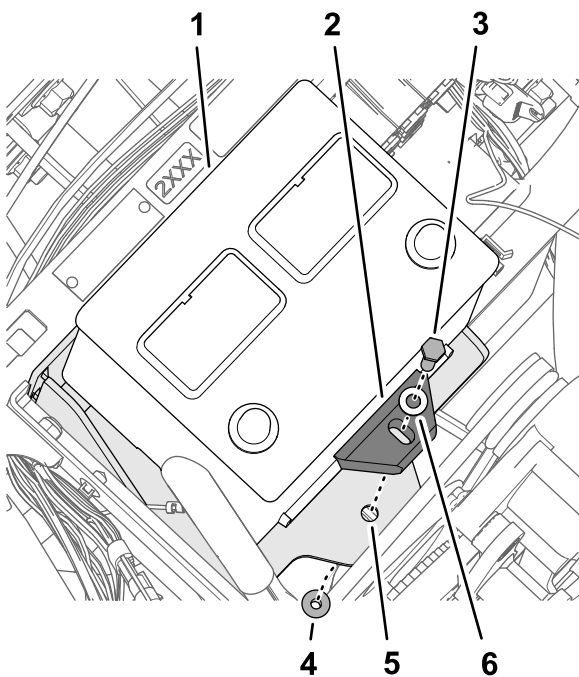

Рисунок 174
5. Установите аккумуляторную батарею на кронштейн аккумуляторной батареи, закрепив с помощью болта (5/16 x $1\frac{3}{4}$ дюйма), шайбы (5/16 дюйма), держателя аккумуляторной батареи и фланцевой контргайки (5/16 дюйма), как показано на Рисунок 174.